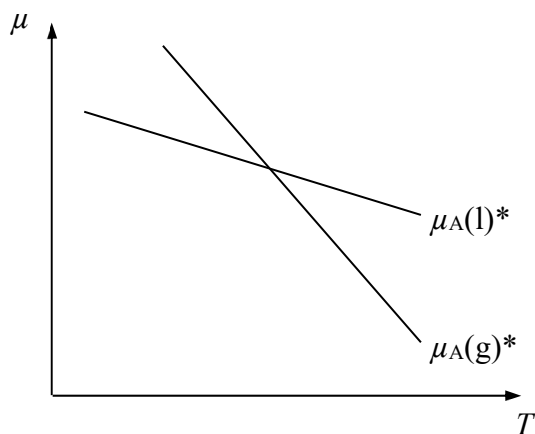

図 6-1 $\mu_A(l)^*$ および $\mu_A(g)^*$ の温度依存性
- (1) $\mu_A(l)$ が $\mu_A(l)^*$ より小さくなる理由を、式(6-1)に基づいて説明しなさい。
- (2) 純粋な A の化学ポテンシャルの温度依存性は、標準大気圧下で図 6-1 のようになる。ただし、図中の $\mu_A(g)^*$ は純粋な A の気相の化学ポテンシャルである。解答用紙の図 a に純粋な A の沸点を示しなさい。また、式(6-1)に基づいて $\mu_A(l)$ の温度依存性と溶液の沸点を、解答用紙の図 a にそれぞれ示しなさい。